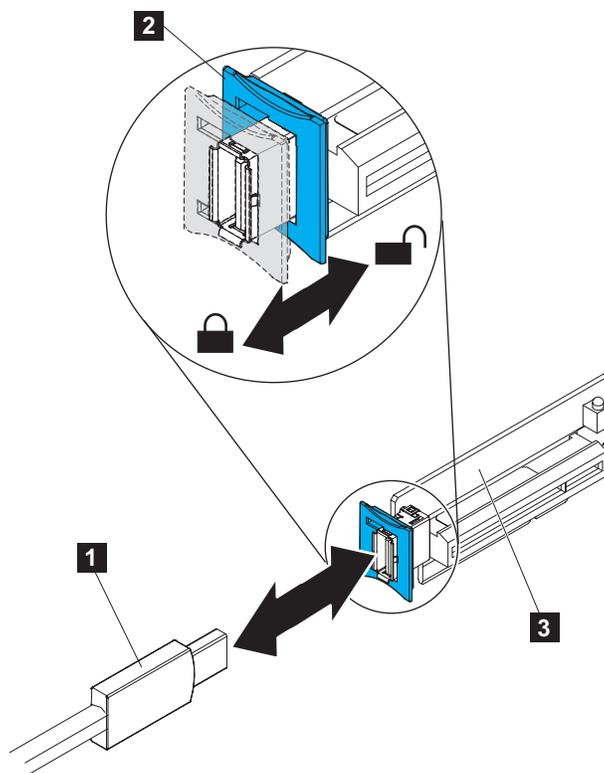

図 81. USB ライザー・カード上の USB サービス・コントローラー・ケーブル・コネクタ
- c. 青色ロック・バー（107 ページの図 81 の **2**）をつかみ、USB ライザー・カード・アセンブリー（**3**）の方向にスライドさせてアンロック位置にし、コネクターから USB ケーブル（**1**）を取り外します。
b. USB サービス・コントローラー・ケーブル（図 81 の **1**）を USB ライザー・カード・アセンブリー（**3**）のコネクタに位置合わせし、しっかり収まるまでコネクタに押し込みます。